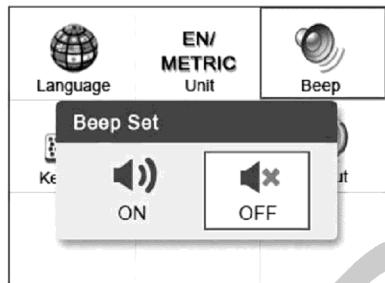

Рисунок 3-5
- 2) В меню **Beep Set** [Настройка звукового сигнала] с помощью кнопки прокрутки влево/вправо выберите значение **ON** [ВКЛ] или **OFF** [ВЫКЛ], чтобы включить/отключить звуковой сигнал. См. рисунок 3-5.